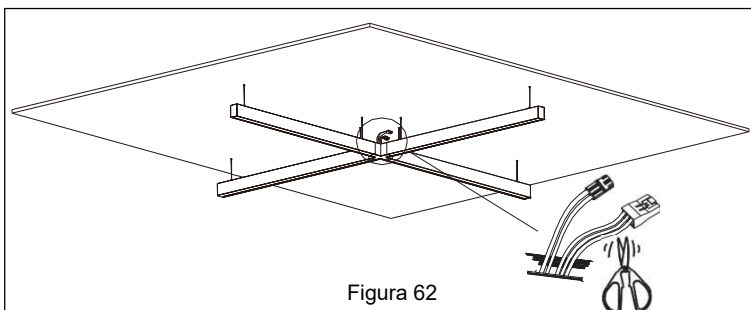

Figura 62
7. Corta los conectores en un extremo para el cableado a voltaje de línea. Haz las conexiones del cableado según el **Diagrama de cableado. Ver Figura 62.**